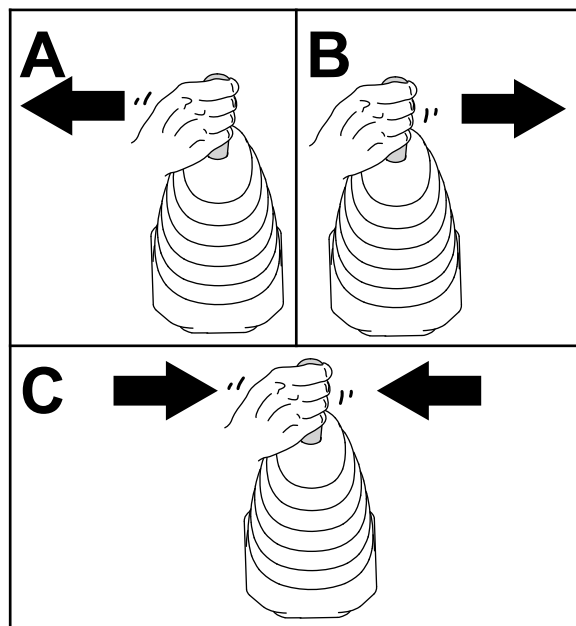

Рисунок 47
6. Переместите джойстик погрузчика влево, вправо, затем снова в НЕЙТРАЛЬНОЕ положение, чтобы стравить давление в гидравлических соединителях (Рисунок 47).